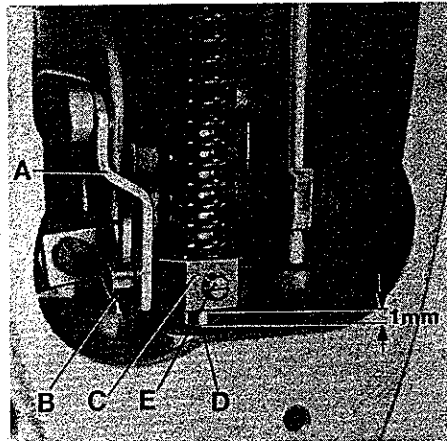
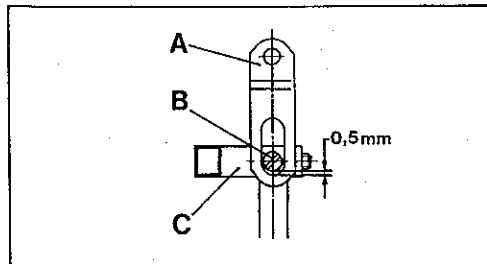

Fig.33
Fig.33A
With needle bar at bottom of stroke and presser foot resting squarely on throat plate, there should be a minimum clearance of 0,5 mm (.020 in.) between slot end of link (A, Fig. 33 and 33A) and shank screw (B) in presser bar connection and guide (C) when the foot lifter lever is released. At this time, there should also be at least 1 mm (.040 in.) clearance between bottom of presser bar connection and guide (C, Fig. 33) and top of presser bar bushing (D).
Loosen set screw (E, Fig. 33) in presser bar connection and guide (C). Then, while pressing the presser foot down firmly, pry up presser bar connection and guide (C) with a screwdriver to obtain the described setting dimensions and tighten set screw (E) securely.
Bei am unteren Hubende stehender Nadelstange und direkt auf der Stichplatte aufliegendem Drückfuß, soll zwischen dem Schlitzende des Gelenks (A, Fig. 33 und 33A) und der Zapfenschraube (B) in der Drückfußstangen-Verbindung und Führung (C) ein Mindestabstand von 0,5 mm sein (siehe Fig. 33A), wenn der Fußlifterhebel losgelassen ist. Gleichzeitig muß zwischen der Unterseite der Drückfußstangen-Verbindung und Führung (C, Fig. 33) und der Oberseite der Drückfußstangenbuchse (D) ein Abstand von mindestens 1 mm sein.
Lösen Sie den Gewindestift (E, Fig. 33) in der Drückfußstangen-Verbindung und Führung (C). Dann hebeln Sie mit einem Schraubendreher, während Sie den Drückfuß fest nach unten drücken, die Drückfußstangen-Verbindung und Führung (C) nach oben, um die beschriebenen Einstellmaße zu erhalten und ziehen den Gewindestift (E) gut an.